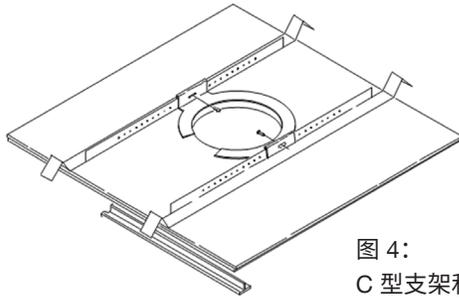

图 4：
**吊顶安装**——将 C 型环插入吊顶板上的切孔中（或在有通道的情况下，从吊顶上方将其放置到位）。将 C 型环放置在孔周围，卡扣的位置如图 4 所示。将吊顶轨道通过吊顶板上的切孔插入。将两根轨道卡入 C 型环的两个卡扣中，并对齐轨道，使其两端延伸至吊顶板侧面的 T 型通道网格上方。将螺丝穿过每个卡扣并插入轨道，以将轨道固定在 C 型环的卡扣上。如有必要，可以从吊顶板下方完成所有步骤。